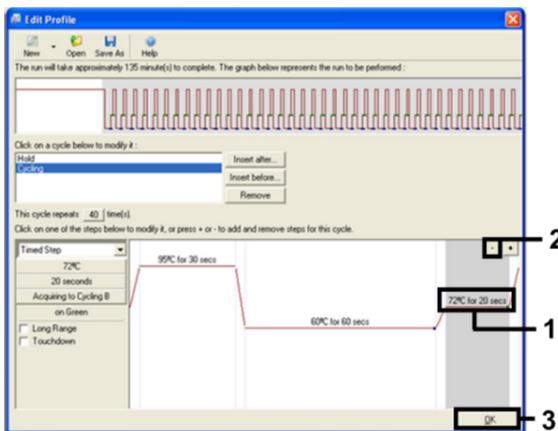

Abbildung 9. Entfernen des Verlängerungsschrittes.
11. Markieren Sie den dritten Schritt und klicken Sie auf die Schaltfläche -, um diesen zu löschen. Klicken Sie auf OK (Abbildung 9).